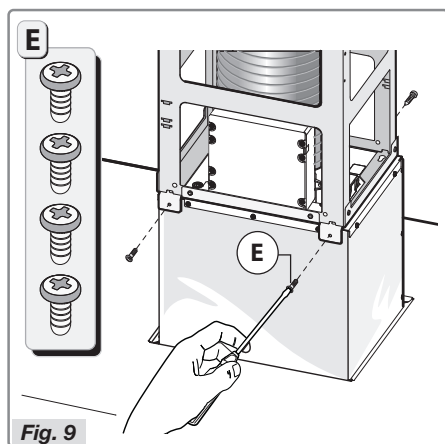

Fig. 9
- Gør konstruktionen **C** fast til motorhuset med de 4 skruer **E** (fig. 9).